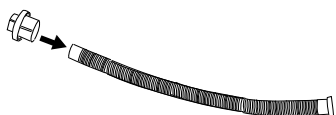
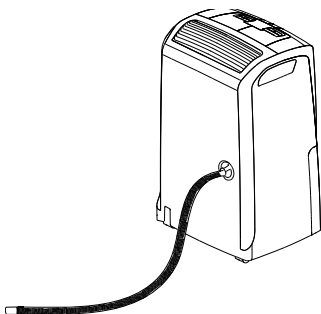
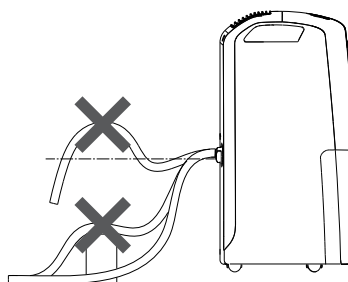

fig. 3
fig. 4
fig. 5
- 2) Inserte el tapón para desagüe 1 en la mayoría de desagüe de agua de condensación (8) hasta el extremo (fig. 3) y en ros que después el tapón de la boquilla. (fig. 4).
- 3) Asegúrese de que el extremo de la manguera no quede más arriba que la boquilla (Fig. 3) o el agua podría estancarse en el depósito. Asegúrese de que no haya estrangulamientos en la manguera (Fig. 5).